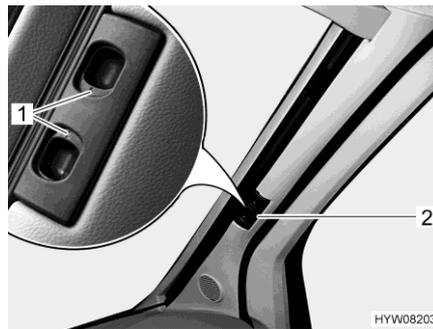

Fig. 101 Tendina oscurante pieghevole (parabrezza)
- Premere le maniglie di sbloccaggio (Fig. 101,1) e mantenerle premute.
- Tirare la tendina oscurante pieghevole del parabrezza per la maniglia (Fig. 101,2) verso il centro della finestra.
- Spingere verso l'esterno le due metà della tendina oscurante pieghevole del parabrezza per la maniglia (Fig. 101,2) fino all'arresto. Durante questa operazione sollevare la maniglia all'altezza della rientranza di bloccaggio.
- Rilasciare le maniglie di sbloccaggio (Fig. 101,1) e mantenerle innestate.